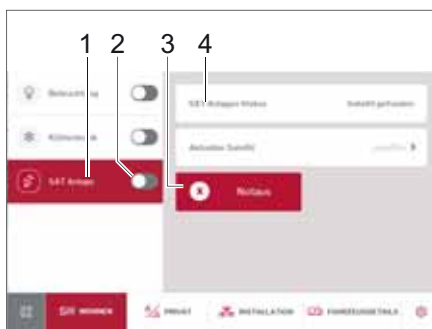

Bild 272 Satellitsystem
- Med skjutreglaget (Bild 272,2) sätter du på och stänger av satellitsystemet.
- Klicka på knappen *SAT-system* (Bild 272,1) tippen.
Den valda satelliten visas. (Bild 272,4).
- Klicka på knappen *Nödstop* (Bild 272,3) om systemet stöter på motstånd.